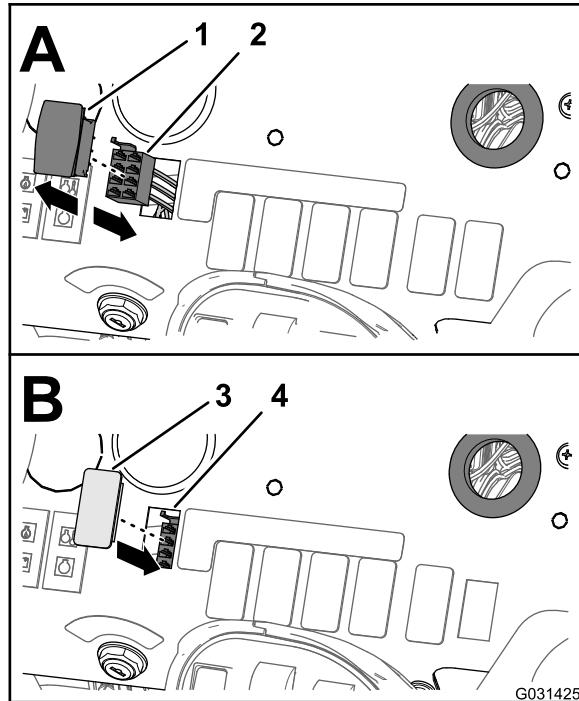

Bild 60
2. Ziehen Sie den 8-Buchsen-Stecker des vorderen Kabelbaums der Maschine (mit RATE SWITCH beschriftet) vom 8-Stift-Stecker des Schalters ab (Bild 60).
4. Fliegen Sie die Schalterblende mit der Öffnung im Armaturenbrett aus, von der Sie den Dosierungsschalter entfernt haben (Bild 60).
5. Setzen Sie die Schalterblende in das Armaturenbrett Schaltkasten ein, bis die Blende richtig in der Abdeckung einrastet (Bild 60).
1. Drücken Sie unter dem Armaturenbrett der Maschine die Verriegelungsnasen des Dosierungssteuerschalters zusammen und drücken Sie den Dosierungssteuerschalter aus dem Armaturenbrett heraus (Bild 60).